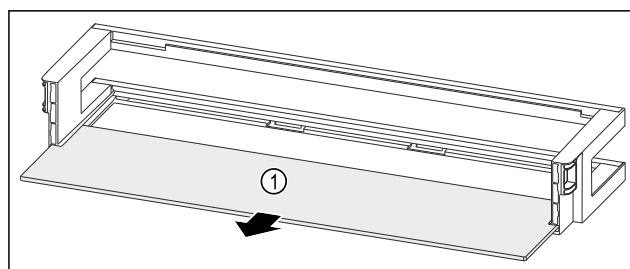

Fig. 120 Türabsteller mit Abstellfläche
- ▶ Abstellfläche Fig. 120 (1) entnehmen.